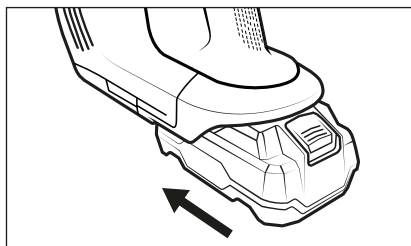

Fig. 3
- 3) Monte la batería **2** en el aparato hasta que encastre con un chasquido (consulte la fig. 3).